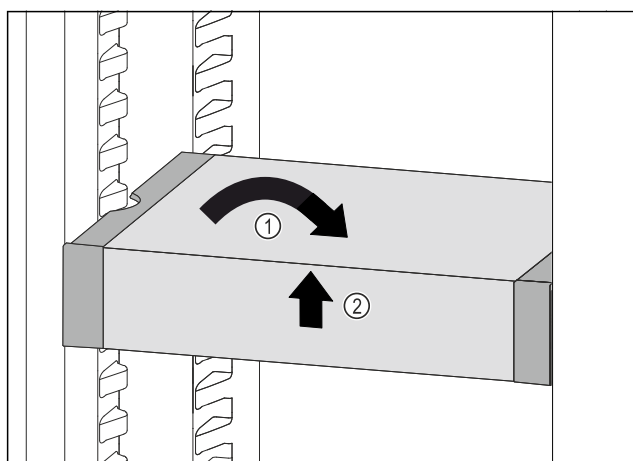

Fig. 201
- ▶ Állítsa egyenesbe a VarioSafe fiókot. Fig. 201 (1)
- ▶ Elöl emelje meg a VarioSafe fiókot. Fig. 201 (2)